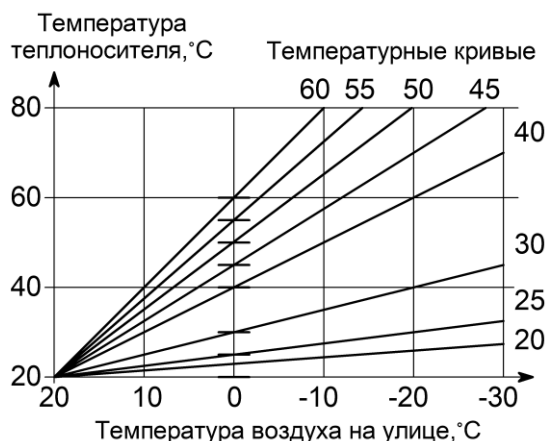
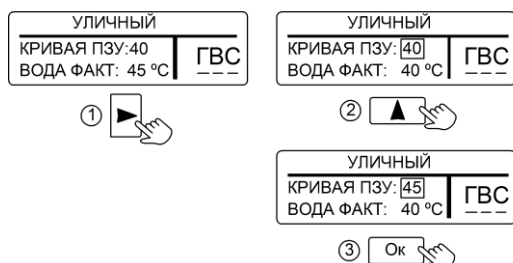

Рисунок 9. Зависимость температуры теплоносителя от температуры воздуха на улице
Рисунок 10. Настройка кривой ПЗУ
10.4 «УЛИЧНЫЙ» – режим поддержания температуры теплоносителя в зависимости от температуры воздуха на улице по одной из погодозависимых кривых (см. рис. 9). Датчик температуры воздуха (проводной или радиодатчик) устанавливается на улице. При отсутствии датчика температуры, возможно работа от данных получаемых с метеосервера (см. п. 11.1.9).
Для изменения заводской настройки нужно в соответствии с рис. 9 выбрать ту кривую, при которой в помещении станет комфортно. Если в помещении холодно - следует выбрать кривую с большим номиналом, если жарко - с меньшим. Чем больше величина теплотеря здания, тем выше номер кривой. Изменение значения кривой ПЗУ показано на рис. 10.